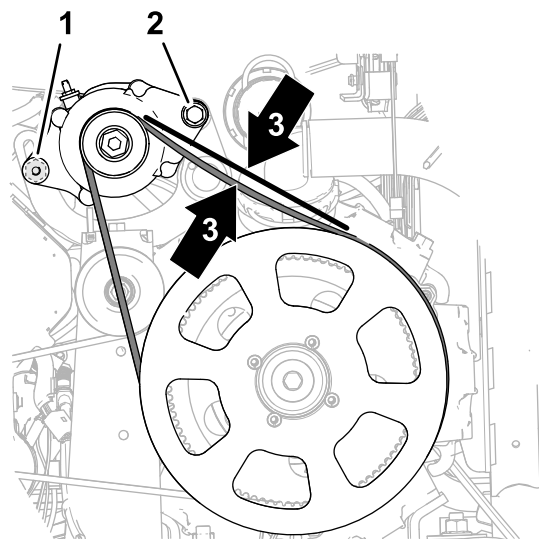

Figura 184
4. Rode o alternador (Figura 184) para aumentar a tensão na correia até medir uma deflexão da correia de 9,5 mm quando aplica 4,5 kg a meio entre a polia do alternador e a polia da transmissão de 279 mm.